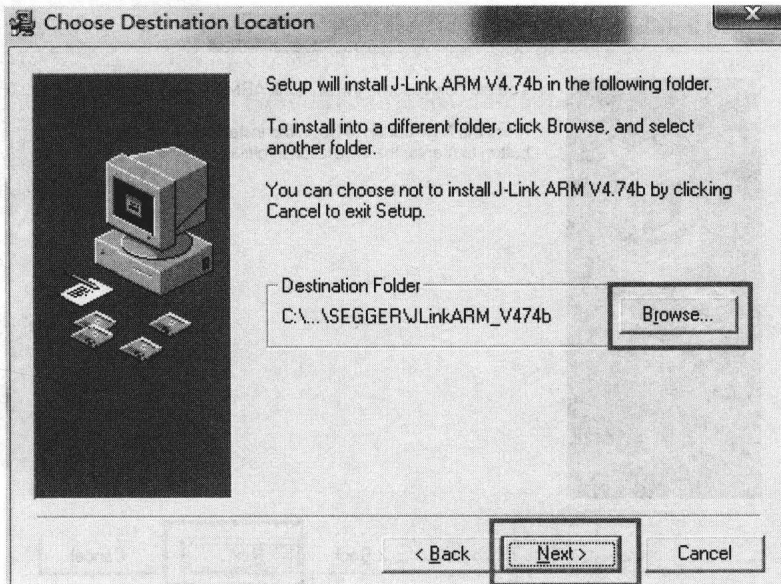

图 1.3-8
(3) 点击“Browse”按钮选择安装文件夹，然后点击“Next”按钮。当然，也可以忽略选择安装文件夹，直接点击“Next”按钮，如图 1.3-8 所示。